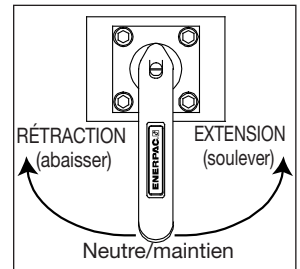

Figure 3, valve de sécurité
5.1 Valve de sécurité (reportez-vous à la figure 3)
5.5 Instructions d'utilisation (reportez-vous aux figures 3, 4 et 5)